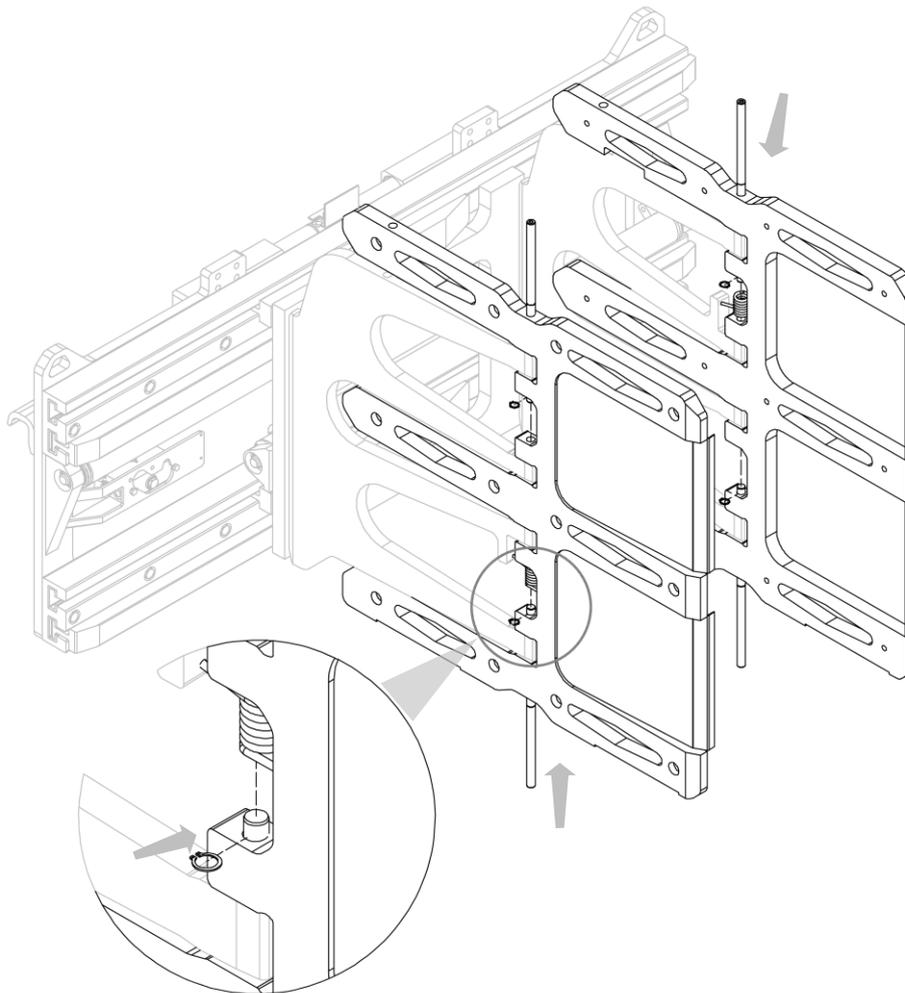

Abbildung 26
5. Siehe *Abbildung 26* und *Abbildung 27*.